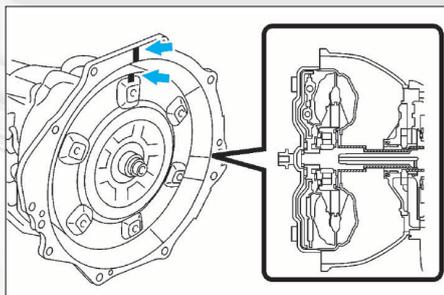

FIG. 12
• Placer des repères d'alignement sur le carter de boîte de vitesses et le convertisseur de couple, puis déposer ce dernier (**fig. 12**).
- tout en alignant les repères du carter de boîte et du convertisseur de couple, engager les cannelures de l'arbre d'entrée et de l'entraîneur de turbine (**fig. 12**).